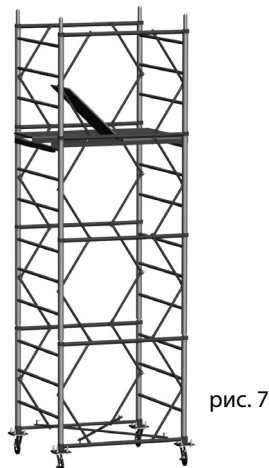

рис. 7
- Далее продолжать сборку, как рекомендуется в п. 5, (в данном случае стабилизаторы (9) в стандартный комплект не входят) (рис. 7).